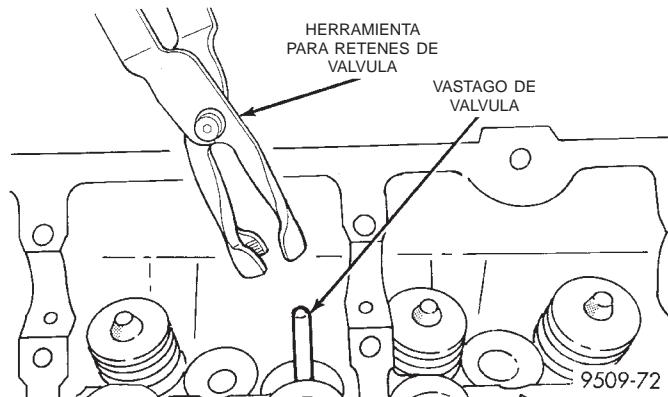

Fig. 28 Herramienta para retén de aceite del vástago de válvula
(5) Retire el muelle de válvula.
(6) Retire el retén del vástago de válvula, con la herramienta pertinente (Fig. 28).